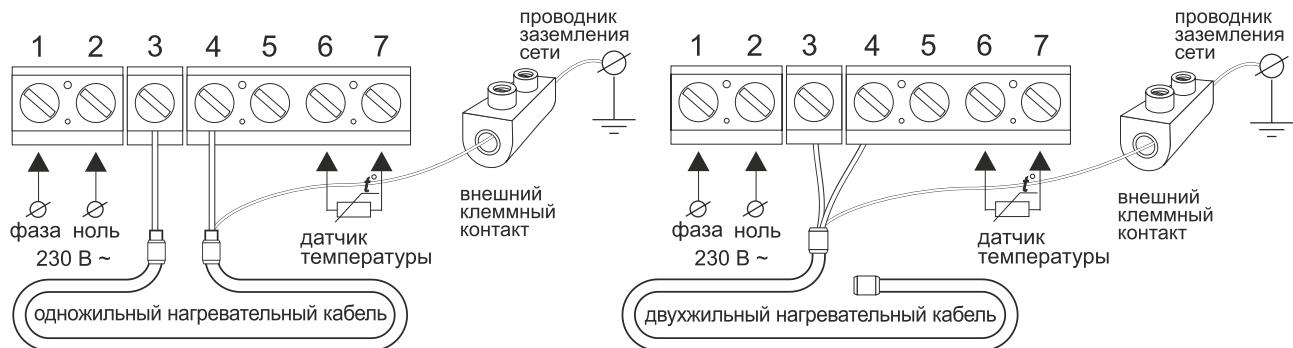

Рис. 4 Схема подключения
3. Выполните подключение проводов, согласно схеме подключения (рис. 4).